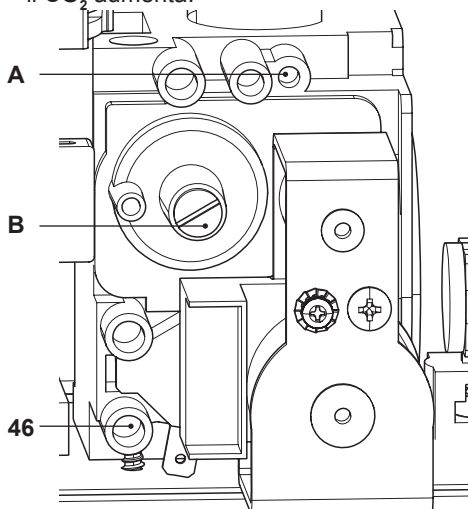

Figura 7.5
- A caldaia spenta (fuori servizio), controllare la pressione di alimentazione utilizzando la presa 46 in Figura 7.5 e confrontare il valore letto con quelli riportati nella tabella Pressioni di alimentazione gas nella sezione "Dati tecnici" pag. 26.
- Richiudere bene la presa di pressione 46 in Figura 7.5.
- Per tarare il CO_2 della caldaia (pressione del gas al bruciatore) svitare completamente il tappo in ottone di protezione B e agire sulla vite a brugola \varnothing 4 mm sottostante Figura 7.5, girando in senso orario il CO_2 aumenta.
- Se i due dati non coincidono agire sulla vite regolazione massimo RQ (A in Figura 7.5) della valvola gas e tarare il CO_2 allo stesso valore riportato nella sezione "Dati tecnici" in tabella "Dati in sanitario" pag. 26 (modello **M261.2025SM**) e pag. 30 (modello **M261.3035SM**). Girando in senso orario il CO_2 diminuisce.